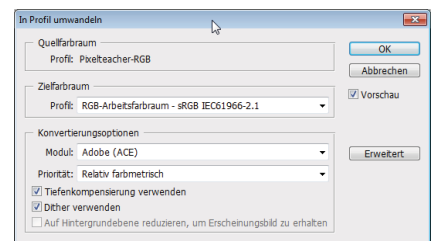

Abb. 13-38: Farben in anderes Profil konvertieren
- Mit M BEARBEITEN | IN PROFIL UMWANDELN (Abb. 13-38) können der ZIELFARBRAUM und die PRIORITÄT frei gewählt und das Ergebnis in der VORSCHAU bewertet werden – die Darstellung der Farben soll sich nicht ändern.